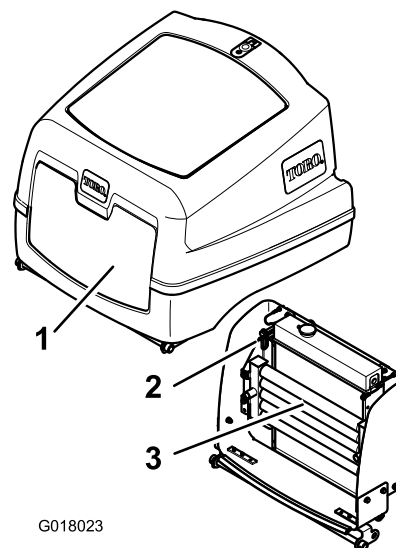

Figura 51
4. Desenganche el cierre y abra la cubierta del motor (Figura 51).